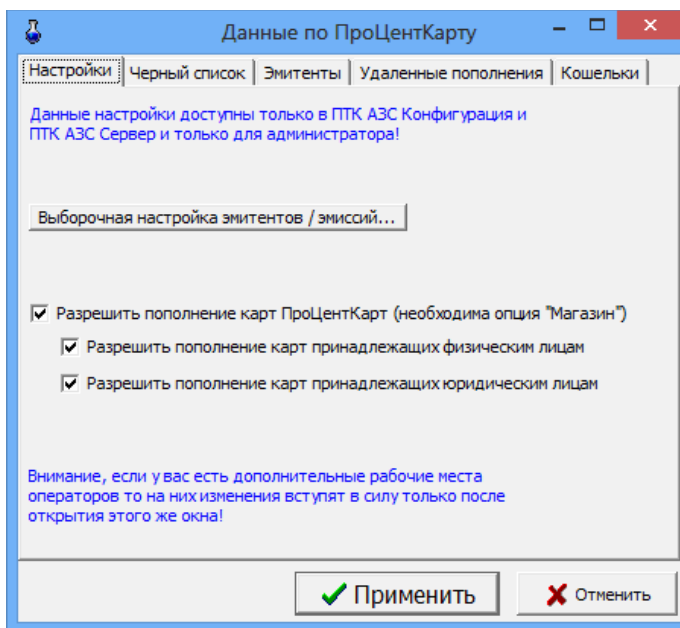

Рис.66
На закладке Настройки поставьте галочки для включения нужных настроек(рис.66):
– Выборочная настройка эмитентов/эмиссий (рис.66а):
Рис.66а
На закладке Удаленные пополнения можно посмотреть список удаленных пополнений (рис.66б).
На закладке Кошельки можно посмотреть привязку кодов ГСМ на АЗС к электронным кошелькам, добавить, изменить, удалить кошельки (рис.66в).
Рис.66б
Рис.66в